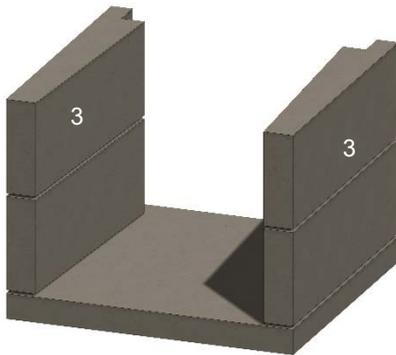

Figure 10. Murs latéraux intermédiaires
D. Installez les parois latérales du milieu (3) en vous assurant qu'elles sont de niveau et d'équerre. Voir la Figure 10.